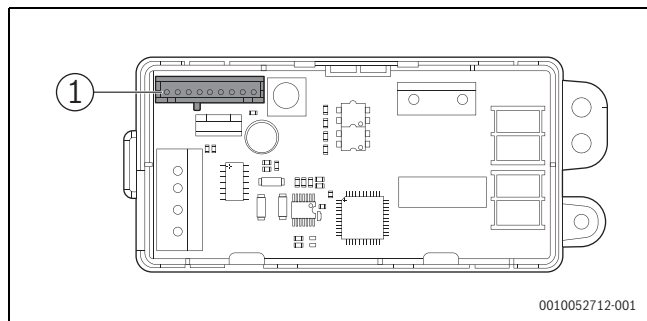

Fig. 1
1. Insira uma extremidade do cabo do kit de comunicação no terminal CN1 estendido correspondente na placa do adaptador de comunicação (fig. 1).